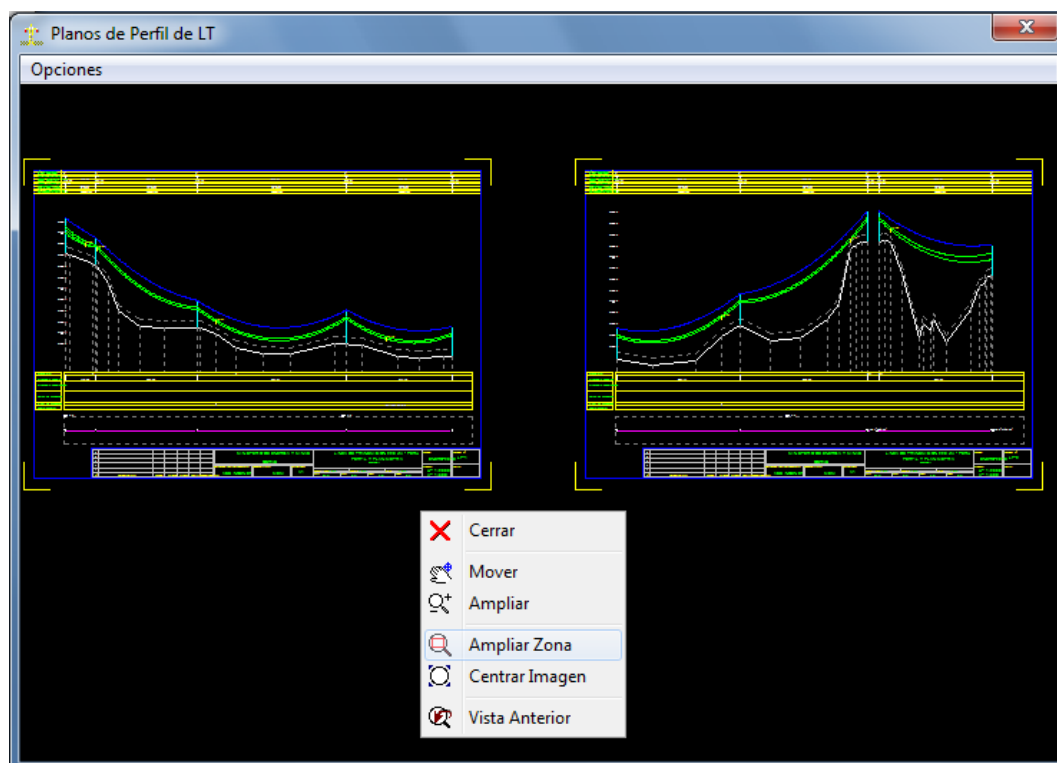

Fig. 81
3. Para ejecutar las opciones de Zoom, presionar el botón derecho del Mouse y aparecerá el menú pop up tal como se muestra en la Fig. 81.